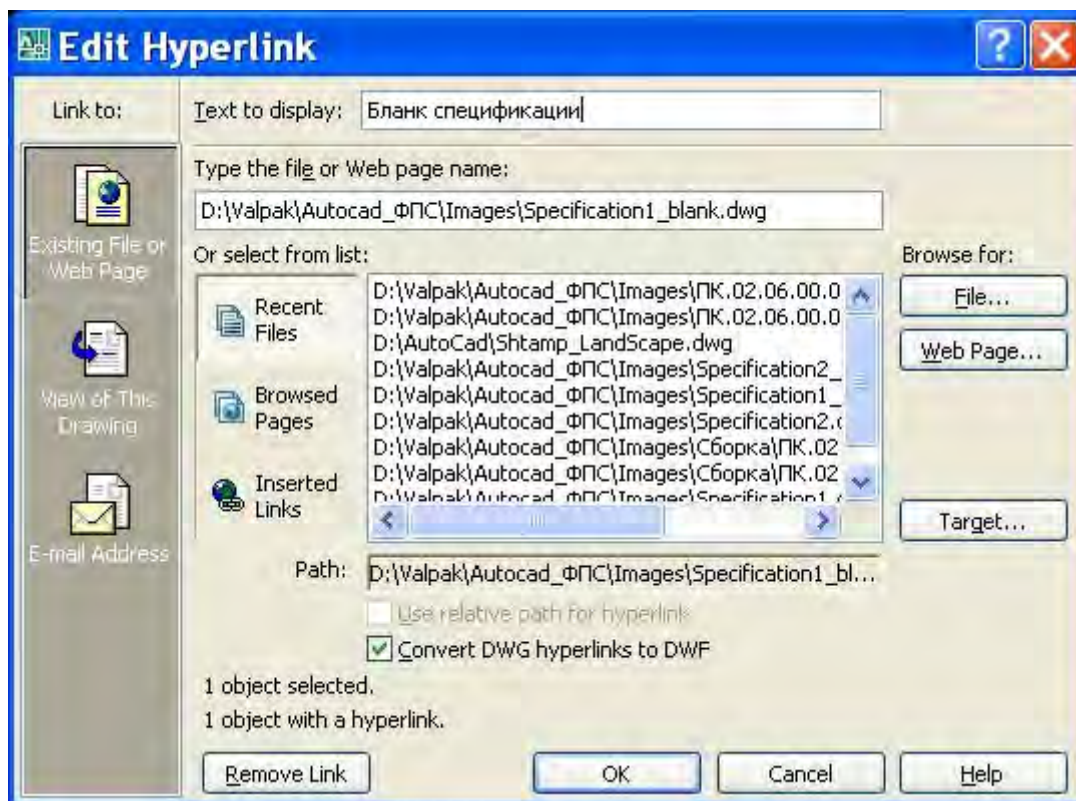

Рис. 39. Диалоговое окно установки гиперссылки
3. В открывшемся диалоговом окне (**рис. 39**) указать файл на компьютере или Web-страницу в Интернете. Для облегчения поиска адреса ссылки нужно щелкнуть по кнопке **File...** или **Web Page...** в правой части окна. Щелкнув по кнопке **Target**, можно задать именованный вид чертежа.